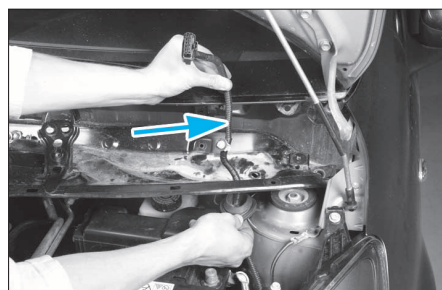

FIG. 9
- Sortir le faisceau de moteur d'essuie-vitre de la tôle d'avant (fig. 9).